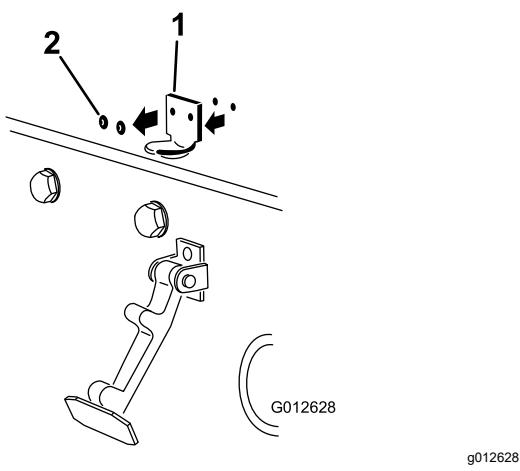

Figura 5
2. Retire os (2) rebites que prendem o suporte do trinco do capot ao capot (Figura 5). Retire o suporte do trinco do capot do capot.
3. Ao alinhar os furos de montagem, posicione o suporte do trinco CE e o suporte do trinco do capot no capot. O suporte do trinco tem de estar contra o capot (Figura 5). Não retire o parafuso e porca do braço do suporte do trinco.